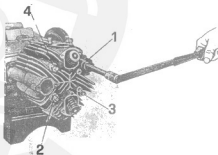

Fig. 31
- i quattro dadi avvitandoli sui prigionieri a fondo con un ordine incrociato senza però bloccarli. Indi con chiave dinamometrica ad una coppia di serraggio di Kg/m 4.500 bloccare gradualmente i dadi osservando l'ordine di bloccaggio di fig. 31 (1-2-3-4).